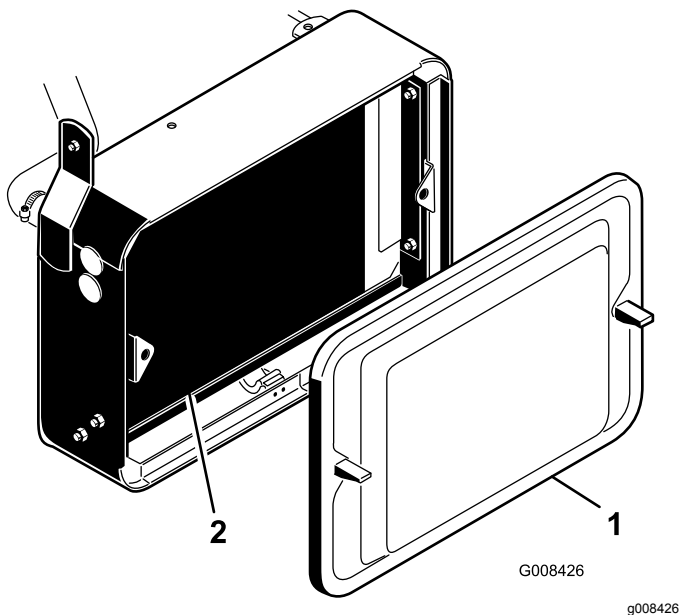

Figure 43
1. Retirez l'écran du radiateur (Figure 43).